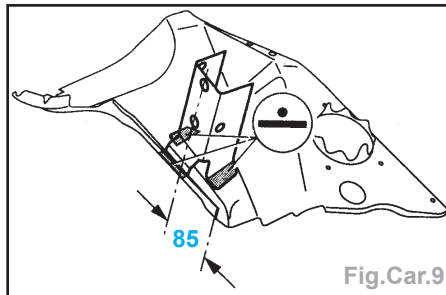

Fig.Car.9
- Ajuster le support de pare-chocs, cote = **85 mm**, mesurée du coin du flasque au centre du support (Fig.Car.9).